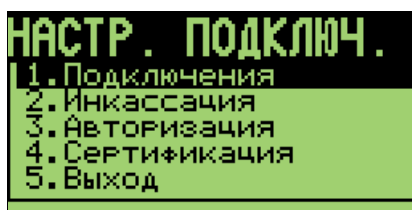

Рис. 4. Меню «НАСТР. ПОДКЛЮЧ.»
1. Выберите пункт главного меню «Установки / Настр. подключений» (см. документ «Petrol Plus. РП. ТО»). Откроется меню «НАСТР. ПОДКЛЮЧ.» (см. Рис. 4).